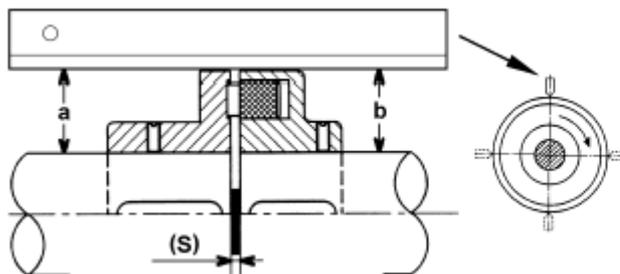
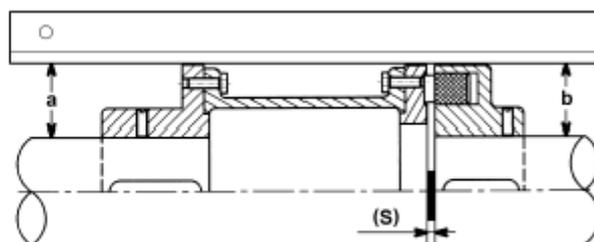

Рис. 5
Рис. 6
- Агрегат правильно выверен, если линейка, положенная по оси над обеими полумуфтами во всех положениях находится на одном и том же расстоянии от вала. При этом необходимо обращать внимание, чтобы точка измерения вращалась вместе с валом. Расстояние между полумуфтами также в любом положении должно быть одинаковым (на заводе выставляется зазор $S=3-5$ мм). Проверять величину зазора надо с помощью щупа или шаблона (рис. 5, рис.6 с демонтажной муфтой).